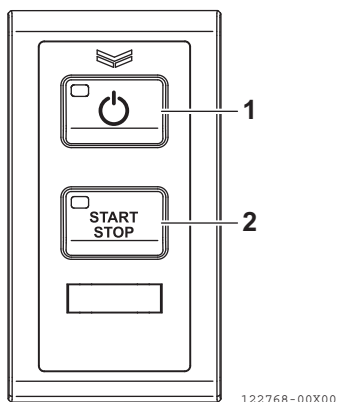

Figure 25
4. Appuyez sur l'interrupteur d'alimentation du panneau de commande de la station sélectionnée (**Figure 25, (1)**).
9. Appuyez sur l'interrupteur MARCHE/ARRÊT du moteur **(Figure 25, (2))** et allumez le démarreur.